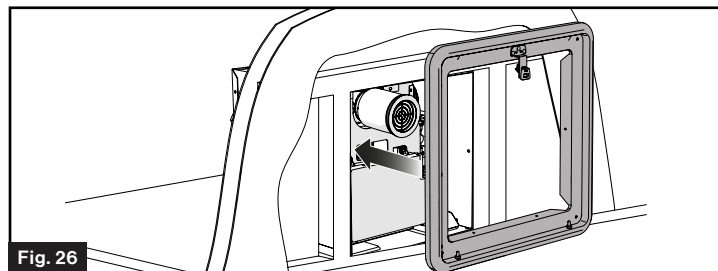

Fig. 26
- Positionnez le cadre de la porte dans le corps du chauffe-eau avec les rebords intérieurs situés à l'intérieur du corps du chauffe-eau, et appuyez fermement contre la paroi latérale. (Fig. 26)